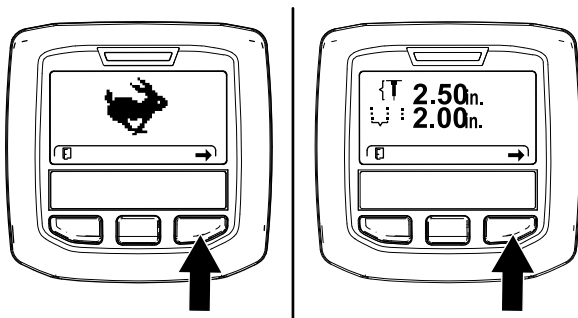
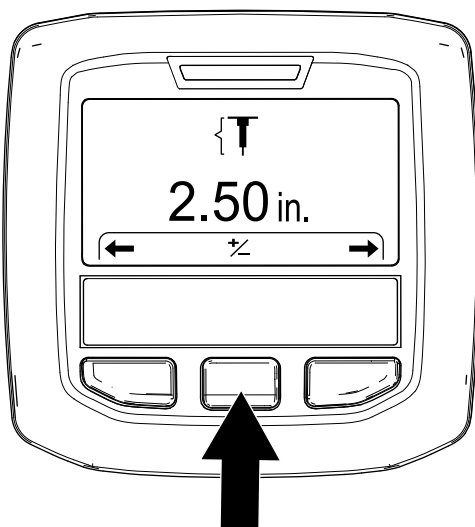

図 51
図 52
3. インフォセンターの右ボタンを押して「穴の深さ設定」Setting the Hole Depth画面を出す 図 51 と図 52。